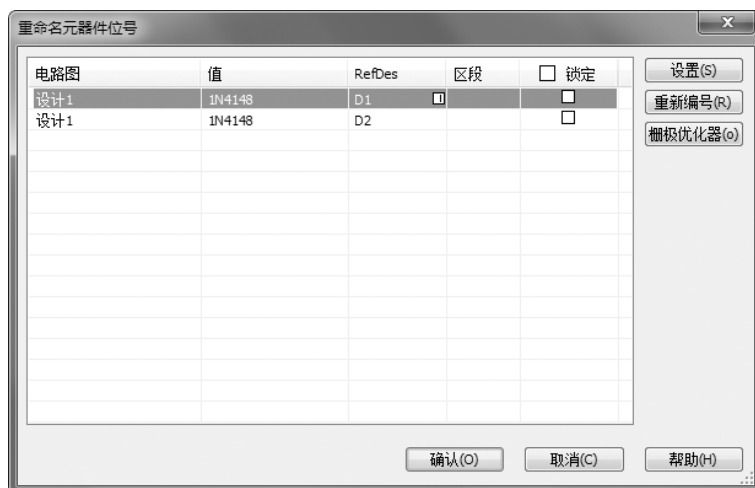

图 3-39 “重命名元器件位号”对话框
1) 单击 **Advanced RefDes configuration...** 按钮，弹出“重命名元器件位号”对话框，如图 3-39 所示，在该对话框中设置元器件编号。